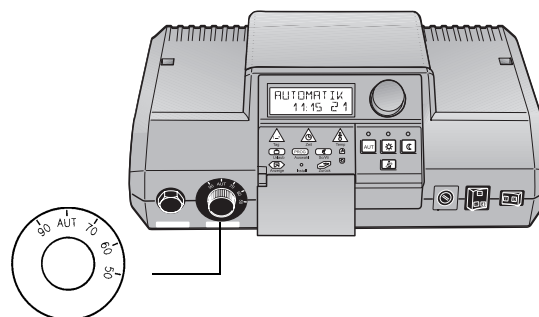

Рис. 4
7. Снять ручку переключателя (рис. 4).